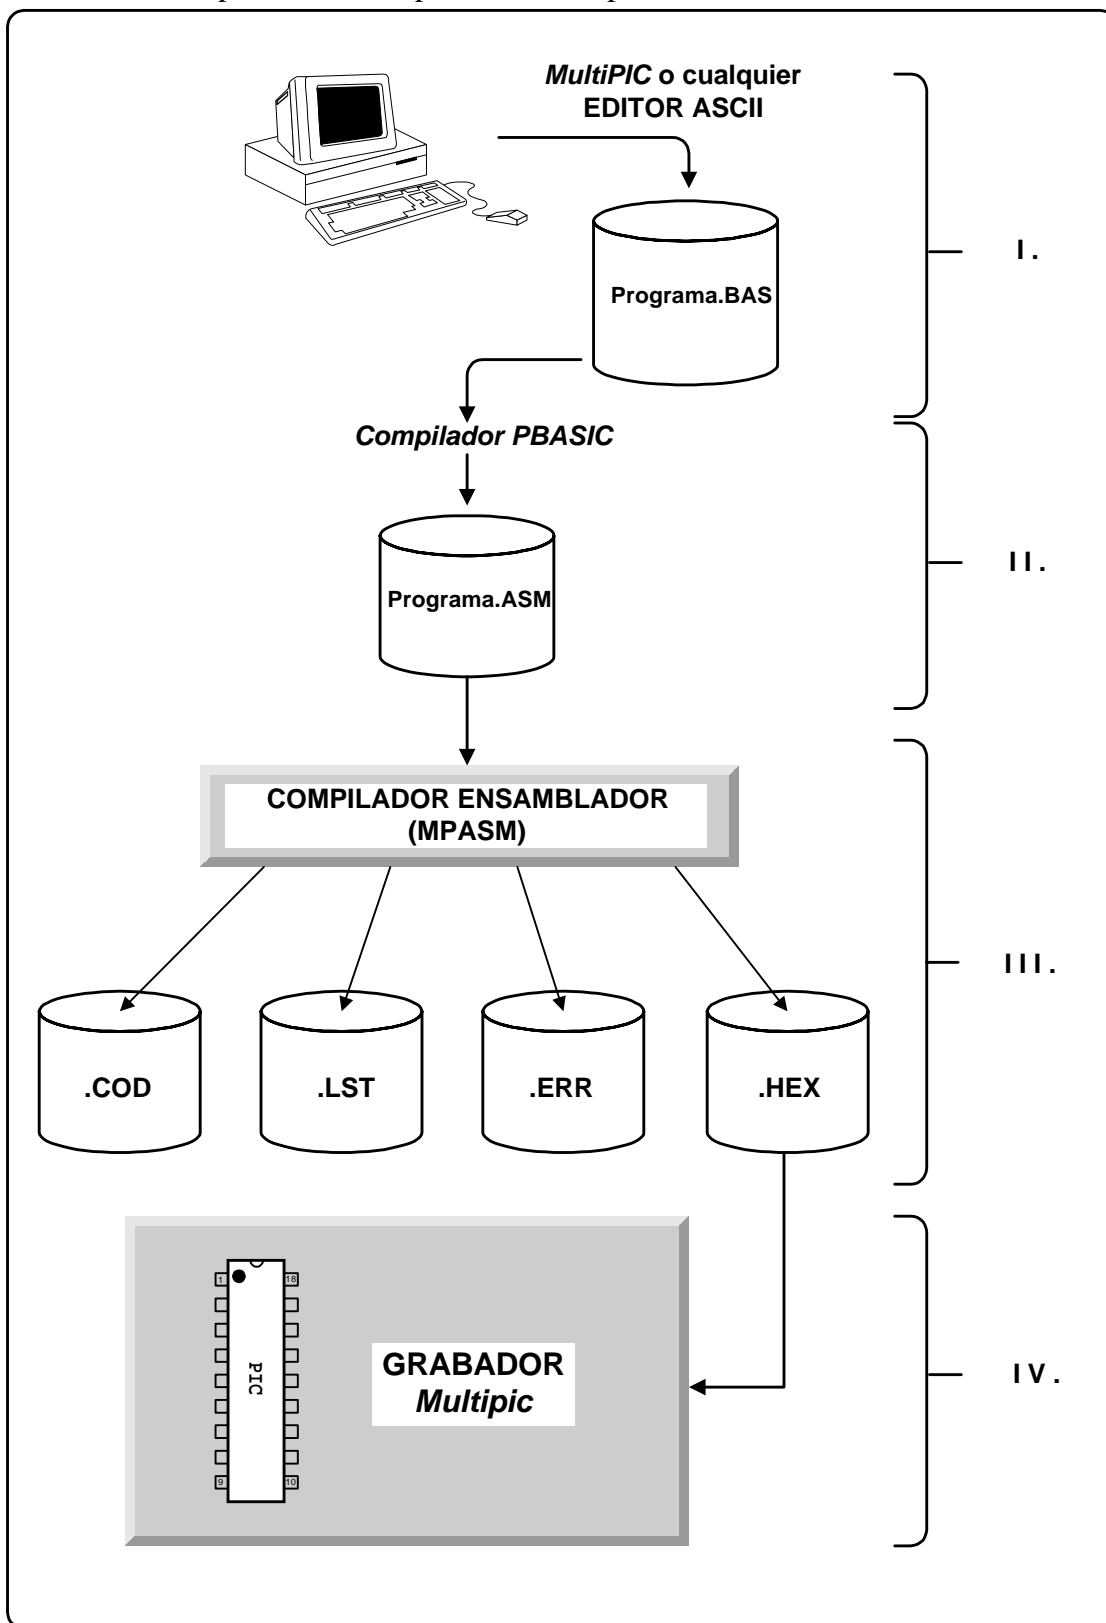
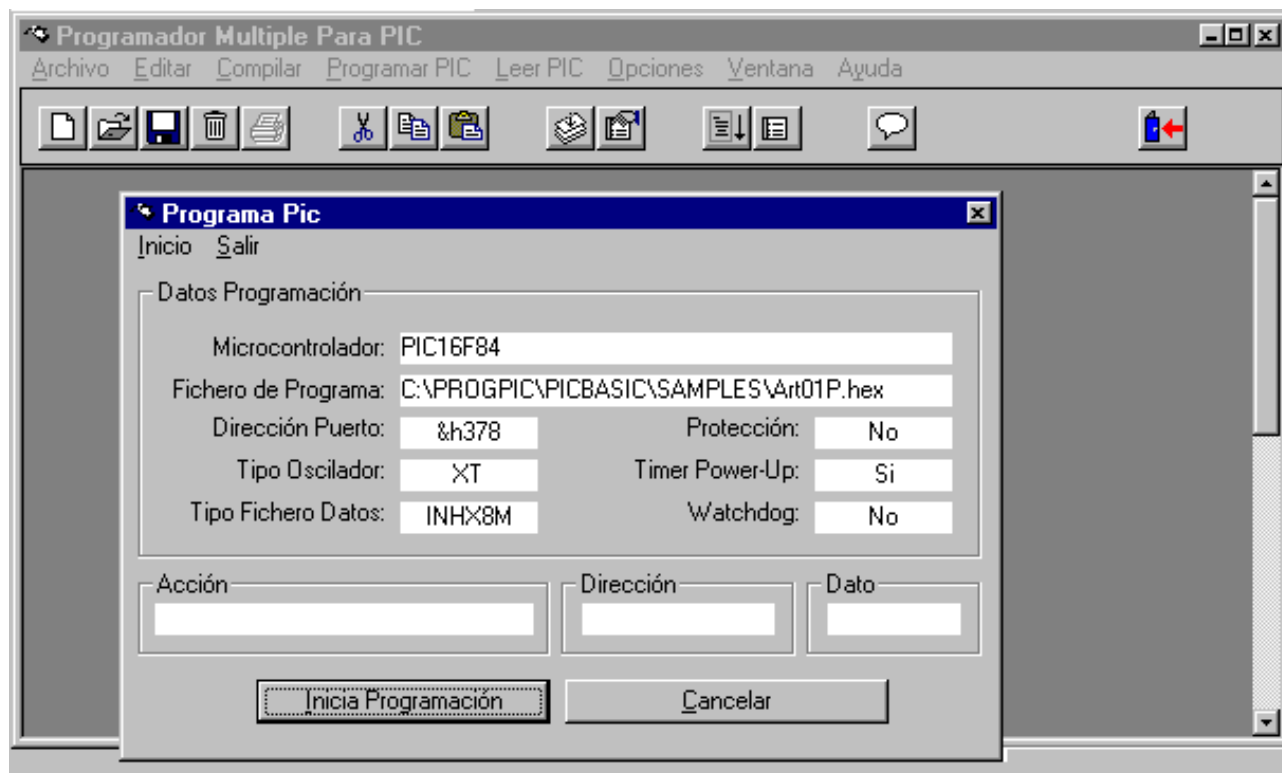

Figura 3. Esquema de la secuencia de pasos para la grabación del microcontrolador.
Figura 5. – Pantalla del programa MultiPIC al elegir la opción “Programa PIC”.
Los pasos a seguir se presentan en la figura 3, que es una ampliación de lo ya expuesto el mes pasado. Como puede comprobar comparándola con su homóloga del mes anterior, se ha añadido un apartado, que ahora es el primero. Es decir, en primer lugar se ha de escribir el programa
En este momento se pasa a compilar el programa ART001.BAS eligiendo la opción **Compilar** del menú. Automáticamente el programa **MultiPIC** llama al compilador **PicBasic Compiler** (PBC) y a continuación al **PICmicro Macro Assembler** (PM) que son dos programas que funcionan bajo DOS. El primero convierte el fichero ART001.BAS en otro ART001.ASM (figura 3, paso II), mientras que el segundo programa realiza la misma función que el MPASM ya mencionado el mes pasado, convierte el fichero ART001.ASM en un fichero que puede manejar el grabador el ART001.HEX (figura 3, paso III). Una vez terminada esta operación, solo debe cerrar esta ventana DOS. Ahora solo falta grabar el microcontrolador. Elija la opción **Programar PIC**, (figura 3, paso IV). Al pulsar **Inicia Programación** (figura 5) con la alimentación del grabador conectada, se apagan los diodos LEDs en este y en la pantalla aparece el mensaje de “Colocar PIC en zócalo de programación”. Coloque por tanto el microcontrolador en el zócalo adecuado del grabador y pulse “OK”. En este momento el programa toma el fichero ART001.HEX generado y lo envía a microcontrolador realizando así la grabación del mismo.